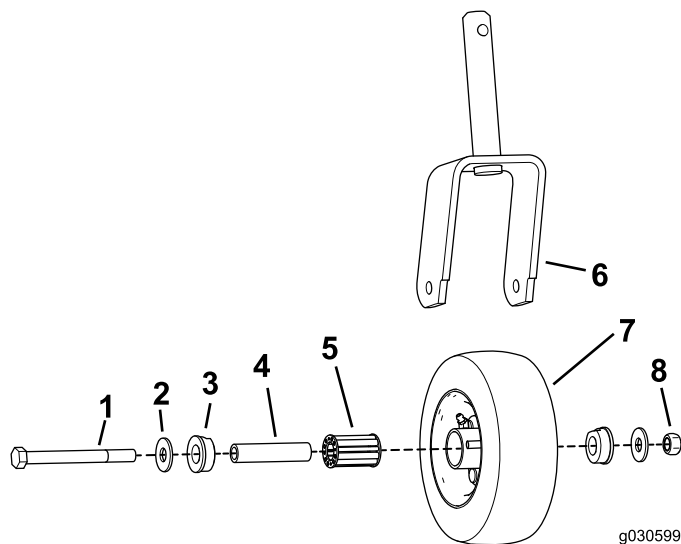

図 35
5. キャスタホイールにローラベアリングを入れ、ベアリンググリテーナとスパナブッシュを取り付ける 図 35。